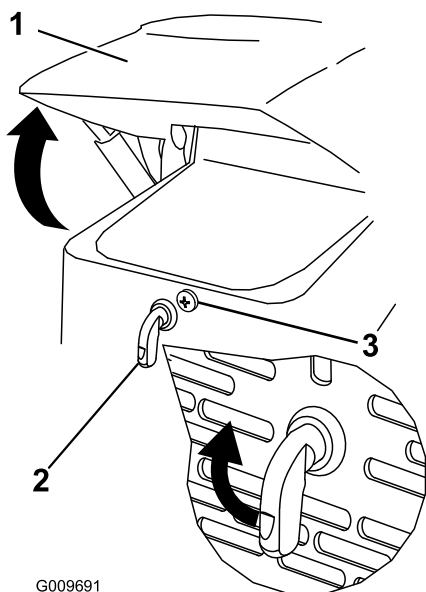

Figura 23
5. Baje el bloqueo del cilindro sobre la barra del cilindro y fíjelo con el pasador de seguridad (Figura 23).
1. Afloje el tornillo de bloqueo del capó (Figura 23).
2. Gire el cierre del capó en el sentido de las agujas del reloj (Figura 23).
3. Levante el capó (Figura 23).
3. Apriete el tornillo de bloqueo del capó para bloquear el cierre (Figura 23).